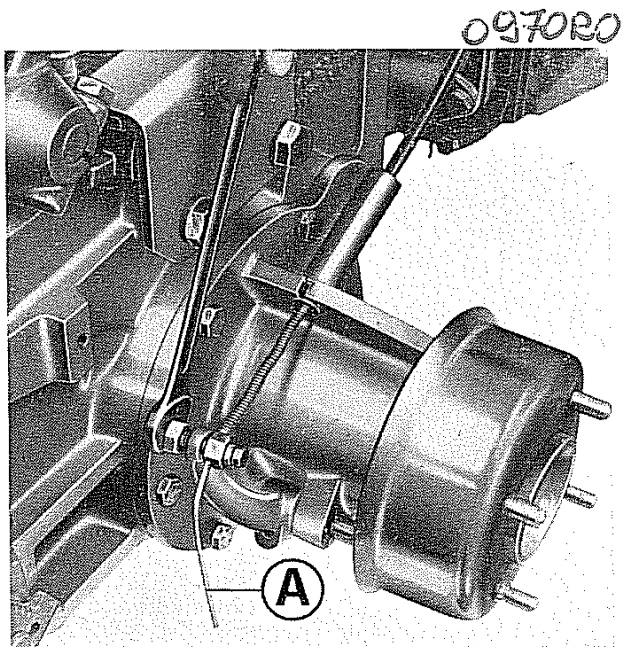

Fig. 53
Le seguenti operazioni di fig. 53, 54, 55, 56 e 57 vanno eseguite sul freno di entrambe le ruote del motocoltivatore.
- Separare il cavo **A** (fig. 53).